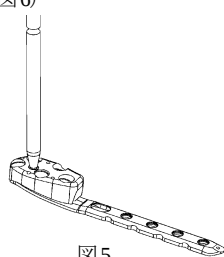

図5
- プレートの遠位部にガイドブロックを設置し、ヘクスローブ15ドライバーを用いて固定ネジでプレートに固定します。（図5）